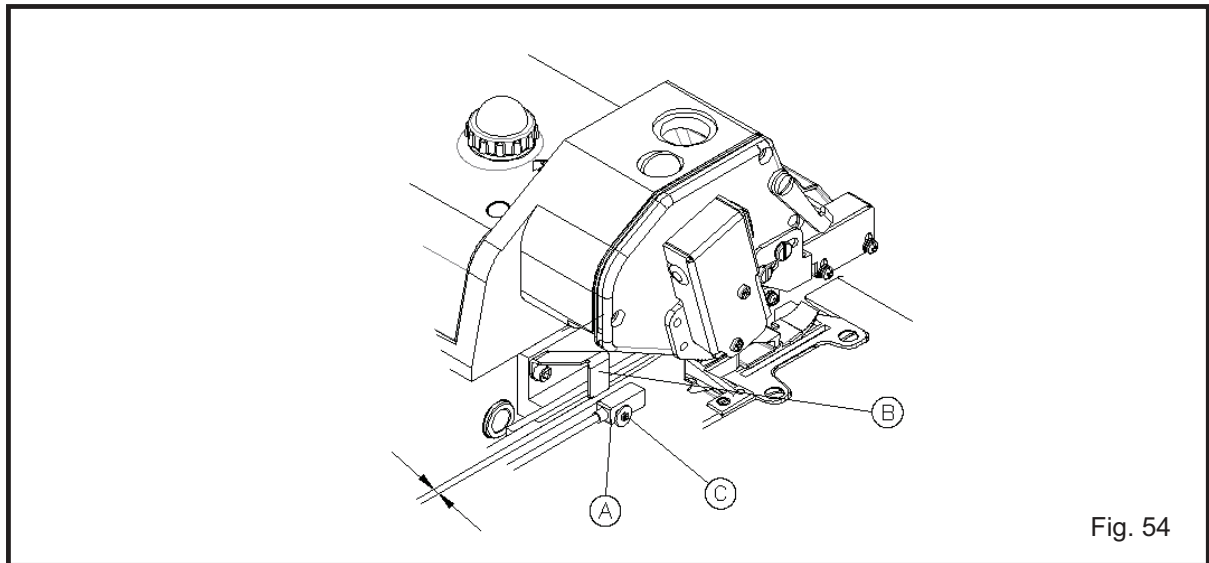

Fig. 54
3. Ajuste quando o sensor A e a chapa induzida B responder uma a outra anormalmente. (Fig. 54)